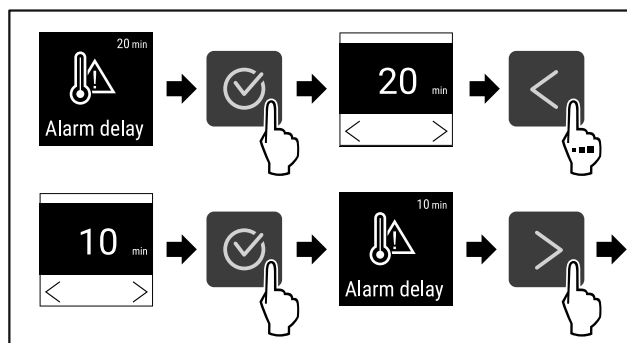

Fig. 99
- ▶ Izvedite zahtevane korake (glejte Fig. 99).